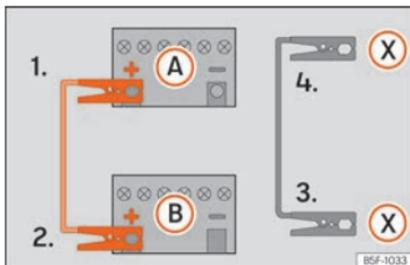

Abb. 44 Anschlusschema für Fahrzeuge mit Start-Stopp-System.
- 4b. Bei Fahrzeugen mit Start-Stopp-System: ein Ende des schwarzen Starthilfekabels (X) an einen geeigneten Masseanschluss, ein massives, fest mit dem Motorblock verschraubtes Metallteil oder an den Motorblock selbst anklammern »» » **Abb. 44**.
5. Klemmen Sie das andere Ende des schwarzen Starthilfekabels (X) im Fahrzeug mit der entladenen Batterie an ein mit dem Motorblock verschraubtes, massives Metallteil oder an den Motorblock selbst, aber so weit wie möglich von der Batterie (A) entfernt an.